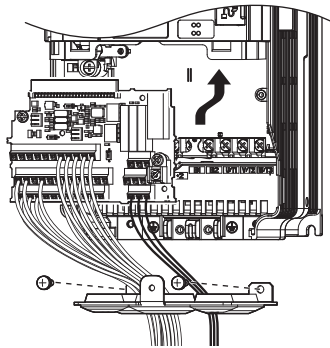

Figura 7.31 Reemplazo del variador: Instalación de la placa de terminales de control
1. Después de conectar el circuito principal, conecte el bloque de terminales al variador, tal como observa en la Figura 7.31. Ajuste el bloque de terminales con el tornillo de instalación.